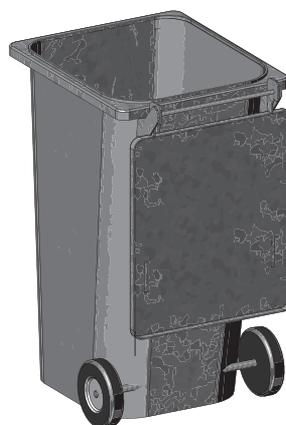

Fig. 59 Vider le cendrier ou transférer son contenu dans un autre contenant
- ▶ Vider le cendrier comme s’il était plein ou transférer son contenu dans un autre contenant – Fig. 59.